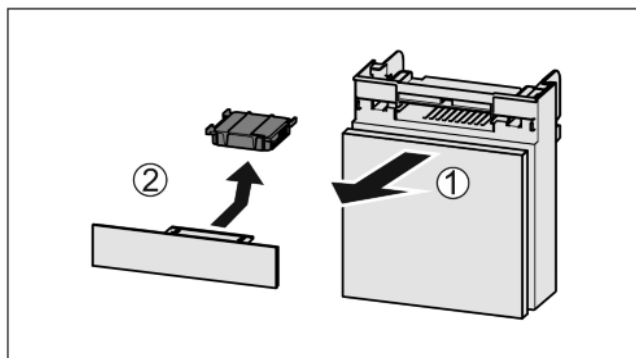

Fig. 53
- ▶ Вытянуть Fig. 53 (1) отделение движением вперед.
- ▶ Извлечение Fig. 53 (2) фильтра с активированным углем.